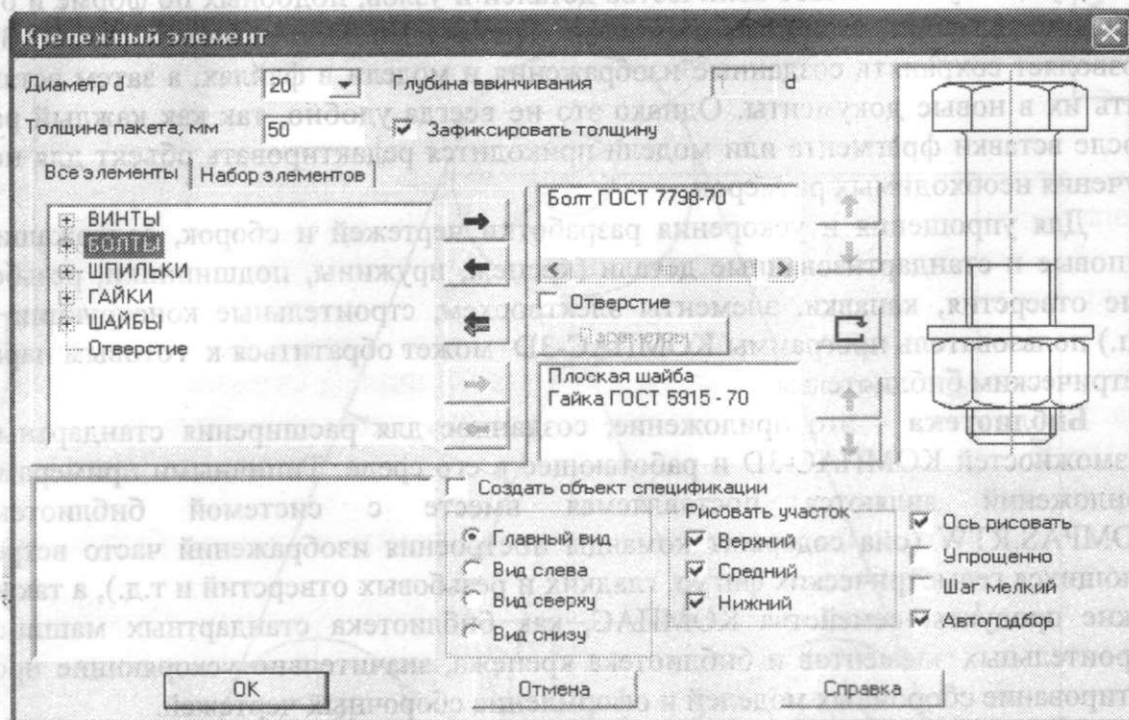

Рис. 26. Окно Крепежный элемент
Чтобы вычертить на сборочном чертеже крепежный элемент, необходимо обратиться к машиностроительной библиотеке. В результате последовательности операций Менеджер библиотек → Машиностроение → Конструкторская библиотека → Крепежный элемент открывается окно Крепежный элемент (рис. 26).
16. В группе опций *Рисовать участок* указывают, какие участки крепежного элемента будут отрисованы: *Верхний*, *Средний* или *Нижний* участок. На рис. 26 показан элемент, для которого отключена отрисовка среднего участка.